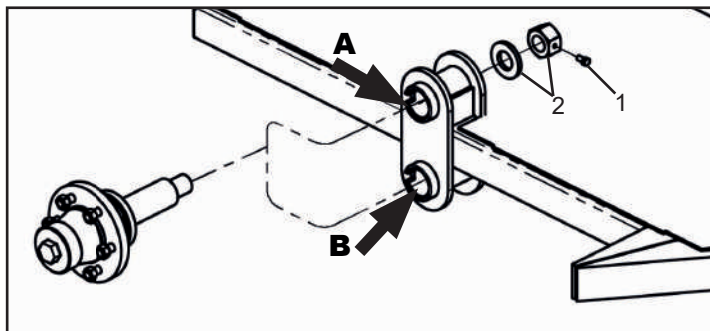

FIGURA 27
*Verifique se a montagem do cubo na posição "A" corresponde com a montagem da figura 29 e nivele o cabeçalho conforme figura 27, para melhor nivelamento da roçadeira.*